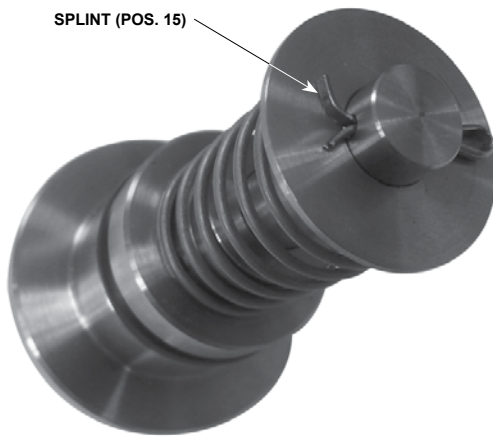

Abbildung 5. Richtiges Umbiegen des Splints
- Die Ventiltellereinheit (Pos. 13) auf die Spindel (Pos. 14) setzen und mit dem Splint (Pos. 15) sichern. Die Spindel in den Führungseinsatz (Pos. 18) einsetzen, Vorspannungsfeder (Pos. 39) und Vorspannungsfedersitz (Pos. 40) daraufsetzen und mit einem weiteren Splint sichern. Die Splintenden mit einer Zange oder einem gleichwertigen Werkzeug umbiegen (siehe Abb. 5).